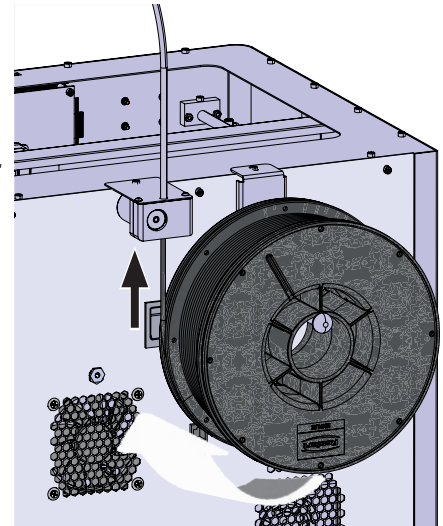

Abb. 20
**Achten Sie darauf, dass die Filamentspule so auf dem Filamentrollenhalter platziert ist, dass das Filament im Uhrzeigersinn von unten in den FMS eingeführt werden kann (Abb. 20).**